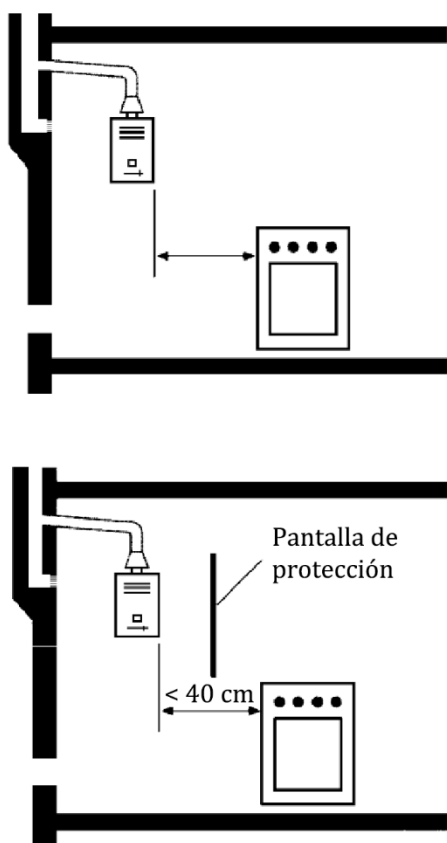

Figura 1 – Disposición de un aparato de gas de circuito abierto respecto a un aparato de cocción cuando aquél está a mayor altura
- La proyección del extremo más próximo de cualquier aparato de gas de circuito abierto situado a mayor altura que un aparato de cocción (sea de gas o no) debe guardar una distancia horizontal mínima de 40 cm con el quemador más cercano del aparato de cocción para salvaguardar a aquél del foco de calor. Esta distancia puede reducirse hasta 10 cm intercalando algún tipo de protección, como una pantalla, el propio armario contenedor del aparato de gas, en su caso, etc. (véase la figura 1). Para el caso de aparatos de tipo C, con independencia de si se intercala una pantalla de protección, el valor de tal distancia debe ser igual o superior a 10 cm.